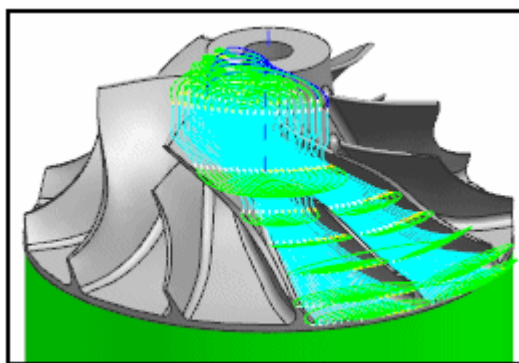

Рисунок 3.29 – Область обработки
- Нажмите "**Генерировать**"  (рисунок 3.29).